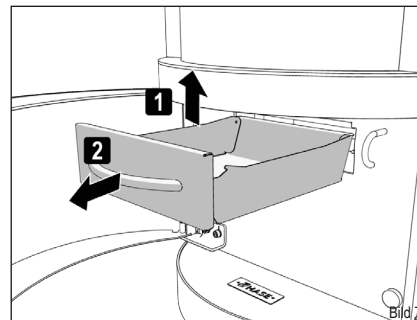

Bild 7
- ▶ Ziehen Sie den Aschebehälter am Griff aus der Öffnung heraus (Bild 7).